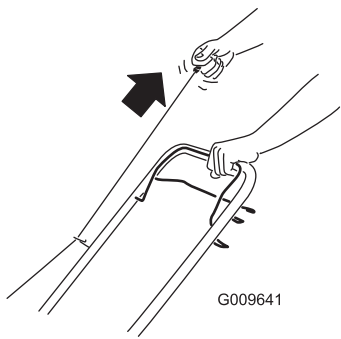

**Bild 13**
1. Halten Sie den Schaltbügel gegen den Bügel gedrückt (Bild 13).